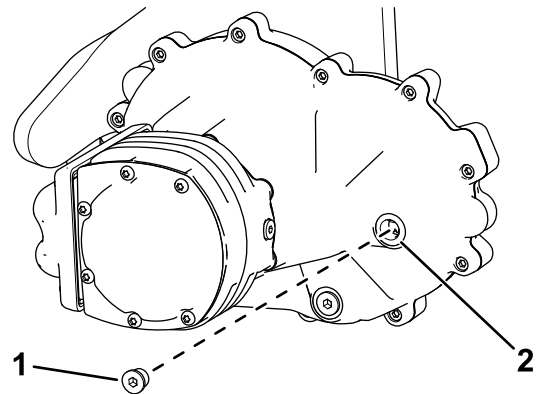

Figura 12
Nota: Puede aflojar el acoplamiento del orificio de llenado (mostrado en la Figura 12) para asegurarse de que puede retirarse tras vaciar el fluido.
1. Retire el acoplamiento del orificio de llenado, tal y como se muestra en Figura 12.
3. Instale el acoplamiento en el orificio de llenado (Figura 12).